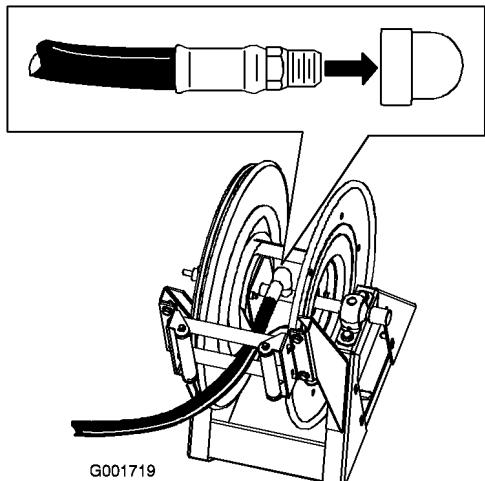

Figura 32
1. Avvolgete del nastro di Teflon attorno ai filetti del raccordo sul flessibile lungo, e montate il raccordo nel tubo di connessione sull'avvolgitubo (Figura 32).